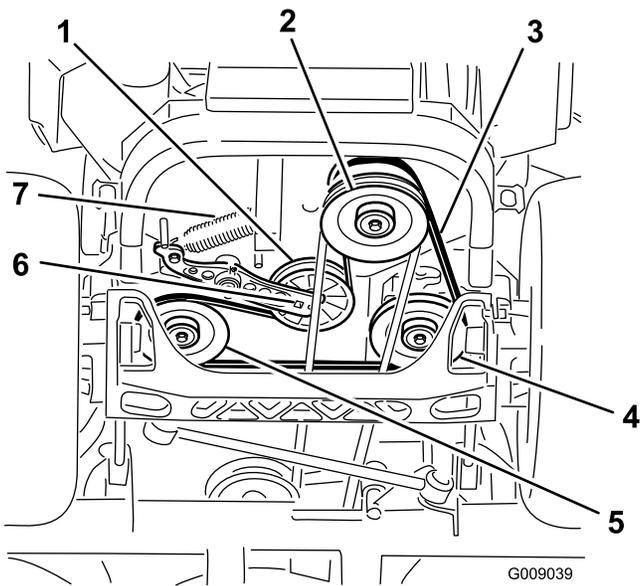

Figura 76
5. Utilice una llave de carraca en el taladro cuadrado del brazo tensor para retirar el muelle tensor (Figura 76).
6. Desenganche el muelle de la polea tensora del bastidor (Figura 76).
9. Utilizando la llave de carraca en el taladro cuadrado del brazo tensor, instale el muelle tensor en el bastidor (Figura 76).